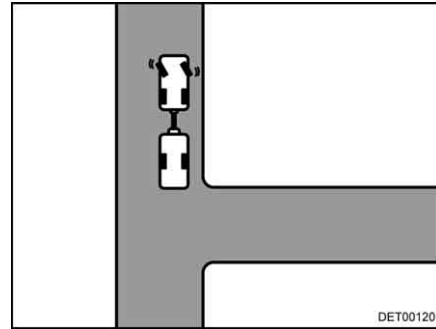

Fig. 15 Sterzare verso sinistra
- A rimorchio fermo sterzare verso sinistra (Fig. 15).